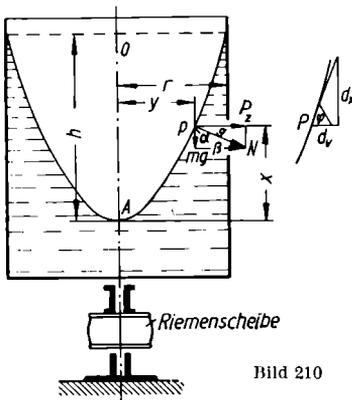

Bild 210
26. I. Ein zylindrisches Gefäß, mit Wasser gefüllt, kreist um seine senkrechte Drehachse O mit gleichförmiger Winkelgeschwindigkeit ω (Zentrifuge Bild 210). Welche Form nimmt die Wasseroberfläche an?
Lösung: Das Wasser, durch die Fliehkraft nach außen getrieben, steigt an der Gefäßwand in die Höhe, während es in der Mitte sinkt. Die Oberfläche des Wasserspiegels ist stets so gerichtet, daß die resultierende Kraft (Mittelkraft) aus Zentrifugalkraft P_z und Gewicht des Wasserteilchens mg senkrecht zur Oberfläche steht (s. Bild 210, Punkt P).